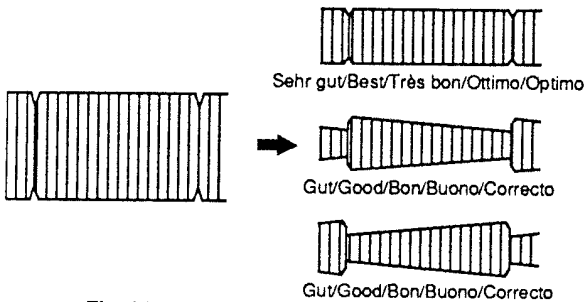

Fig. 38
- Trackingeinstellung nach "+" und "-" variieren. Dabei sollen die Hüllkurvenränder parallel zusammenlaufen (Fig. 38).
- Vary the Tracking in the "+" and "-" directions. When doing so the FM envelope should show parallel converging lines (Fig. 38).
- Variare in direzione "+" e "-" la regolazione tracking. Durante questa operazione, i bordi dell'involuppo devono scorrere quasi parallelamente (fig. 38).